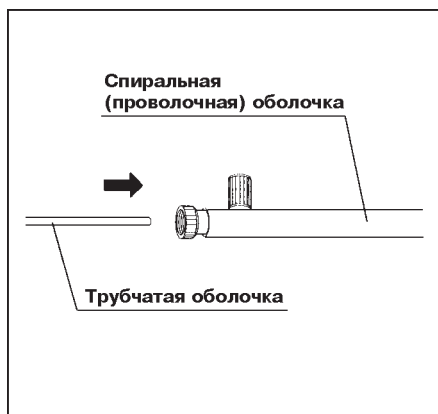

Рис. 5.6.
3. Вставьте трубчатую оболочку в отверстие на проксимальном конце спиральной (проволочной) оболочки, как показано на рис. 5.6.